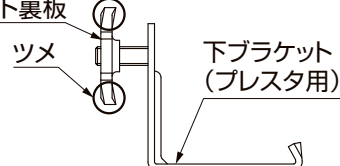

図3-5
- ブラケット裏板には表裏があります。角部にツメが立っている側を下ブラケットに向けてください。(図3-5参照)